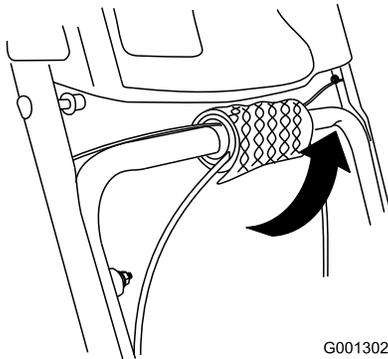

Bild 6
1. Nehmen Sie die Blisterfolie von den Kabeln am unteren Holm ab (Bild 6).